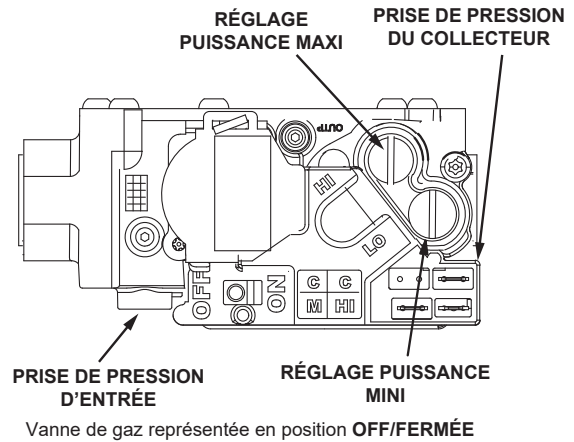
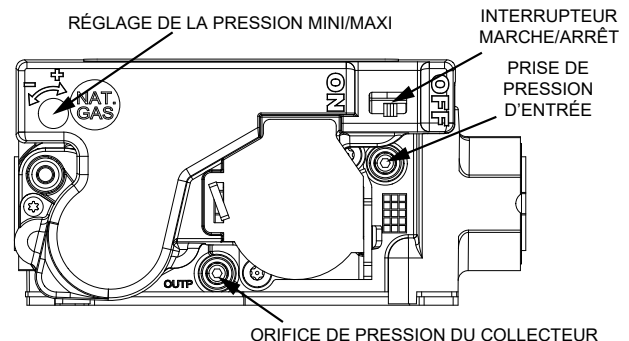

FIGURE 30
FIGURE 31
- 5 - Mettez l'interrupteur de la vanne de gaz sur **OFF/ FERMÉE**. Reportez-vous à la FIGURE 30 et à la FIGURE 31.
- 6 - Attendez cinq (5) minutes pour vous assurer que tout le gaz a eu le temps de se dissiper. En cas d'odeur de gaz, **ARRÊTEZ!** Appelez immédiatement le fournisseur du gaz depuis chez un voisin et conformez-vous à ses instructions. S'il n'y a pas d'odeur de gaz, passez au point suivant.
- 7 - Mettez l'interrupteur de la vanne de gaz sur **ON/OUVERTE**. Reportez-vous à la FIGURE 30 et à la FIGURE 31.
Sur la vanne White Rodgers 36J54 (FIGURE 30), la pression d'alimentation peut être mesurée en retirant la vis à tête hex. de 1/8 po. Retirez la vis à tête hex de 1/8 po et installez un raccord ébarbé. Connectez un tube entre le raccord ébarbé et l'appareil de mesure pour mesurer la pression d'alimentation.
Sur la vanne White Rodgers 36J27 (FIGURE 31), repérez la prise de pression d'entrée de 5/16" située sur le dessus de la vanne. À l'aide d'une clé hexagonale de 3/32 pouces, tournez la vis de la prise de pression de sortie d'un tour dans le sens inverse des aiguilles d'une montre. Enfilez un morceau de tuyau de 5/16" de diamètre intérieur sur la prise et acheminez-le jusqu'à l'appareil de mesure. Ouvrez la vanne d'alimentation principale manuelle.
Sur les vannes White Rodgers 36J54 (FIGURE 30), retirez le raccord ébarbé de pression d'alimentation et remettez la vis à tête hex de 1/8 po.
Sur la vanne White Rodgers 36J27 (FIGURE 31), retirez le tuyau de la prise. À l'aide d'une clé hexagonale de 3/32", tournez la vis de la prise de pression d'entrée dans le sens des aiguilles d'une montre pour obturer l'orifice de pression.
Pour mesurer la pression du collecteur avec une vanne White Rodgers 36J54 (FIGURE 30), retirez la vis à tête hex de 1/8 po, installez un raccord ébarbé de 1/8 po et installez un tube entre le raccord ébarbé et le côté « + » de l'appareil de mesure.
Pour la pression du collecteur avec une vanne White Rodgers 36J27 (FIGURE 31), repérez la prise de pression du collecteur de 5/16" située sur le dessus de la vanne. À l'aide d'une clé hexagonale de 3/32" pouces, tournez la vis de la prise de pression de sortie d'un tour dans le sens inverse des aiguilles d'une montre. Placez un tuyau de 5/16" pouces de diamètre intérieur sur la prise et acheminez-le jusqu'à l'appareil de mesure.
- 5 - Si nécessaire, réglez la pression du collecteur. FIGURE 30 La FIGURE 30 et la FIGURE 31 indiquent l'emplacement des vis de réglage.